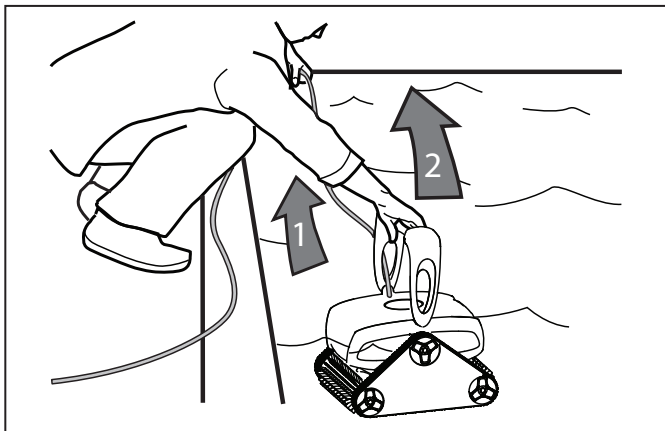

Figura 14. Saque el limpiador de la piscina usando la manija
2. Cuando el limpiador esté al alcance de su brazo, jale con delicadeza el cable flotante para acercar la manija del limpiador de modo que la pueda alcanzar con su brazo. Use la manija para levantar el limpiador y sacarlo del agua (vea la figura 14). Nunca levante el limpiador de la piscina por medio del cable flotante.